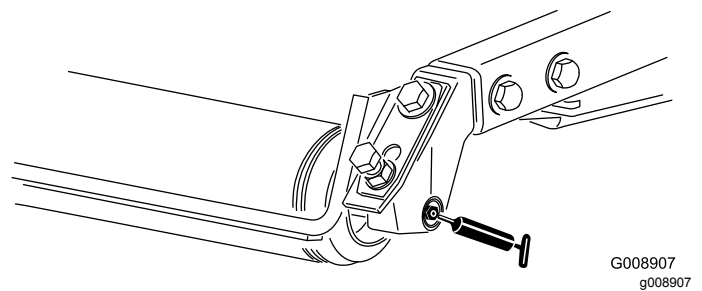

Figura 69
- Cuscinetti a rulli posteriori (2 per apparato di taglio)—Figura 69